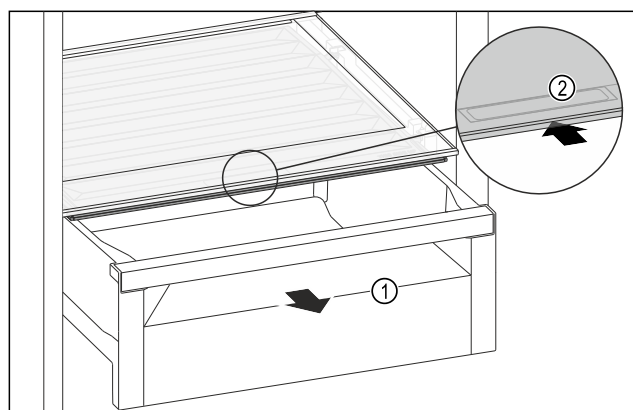

Fig. 122
- ▶ Estrarre il cassetto Fig. 122 (1).
- ▶ Afferrare la maniglia incassata Fig. 122 (2) sul coperchio dello scomparto e spingere allo stesso tempo all'indietro il coperchio dello scomparto.